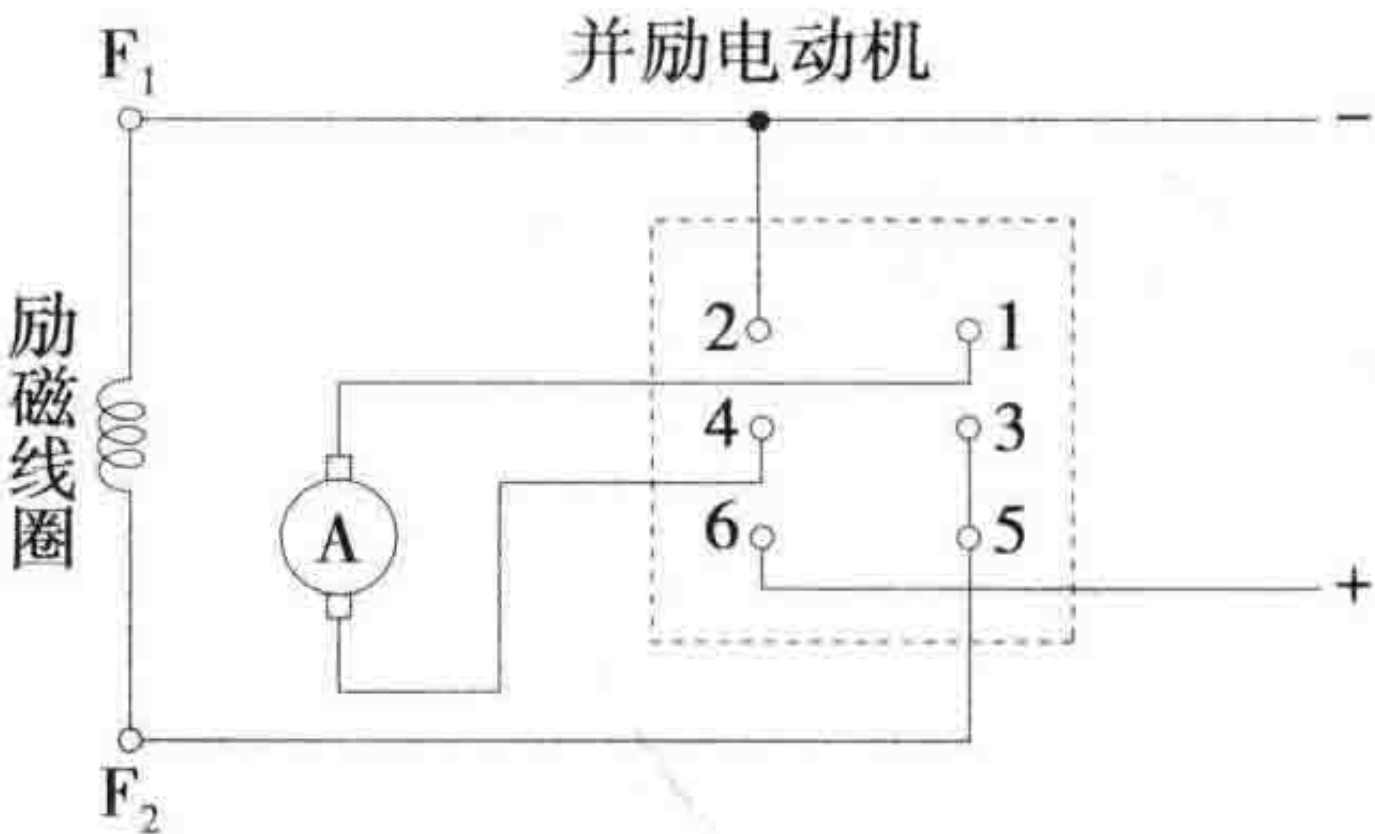

图 P-3
3. 在图 P-3 上画线，完成开关端子间的接线，使并励电动机可以正转。